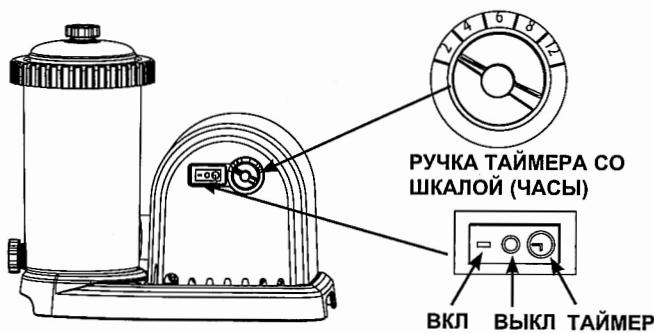

рис.10
4. Давление воды позволит воздуху, зажатому внутри пройти через выпускные клапан (2). Когда весь воздух выйдет, вода начнет выходить через клапан. Плотно закройте клапан по часовой стрелке.
- A. Установите ручку таймера на необходимое время работы. Смотрите Расчет времени работы. Смотрите рис.10.